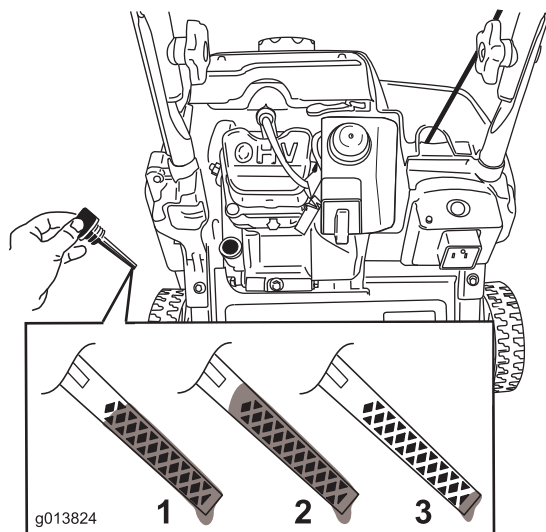

Figure 14
8. Pour déterminer le niveau d'huile correct avec la jauge, voir la Figure 14.
Remarque: Versez de l'huile dans le carter moteur jusqu'à ce que la jauge indique le niveau correct, comme montré à la Figure 14. Si vous remplissez le carter moteur, enlevez le bouchon de vidange pour vidanger l'excédent d'huile dans un bac.